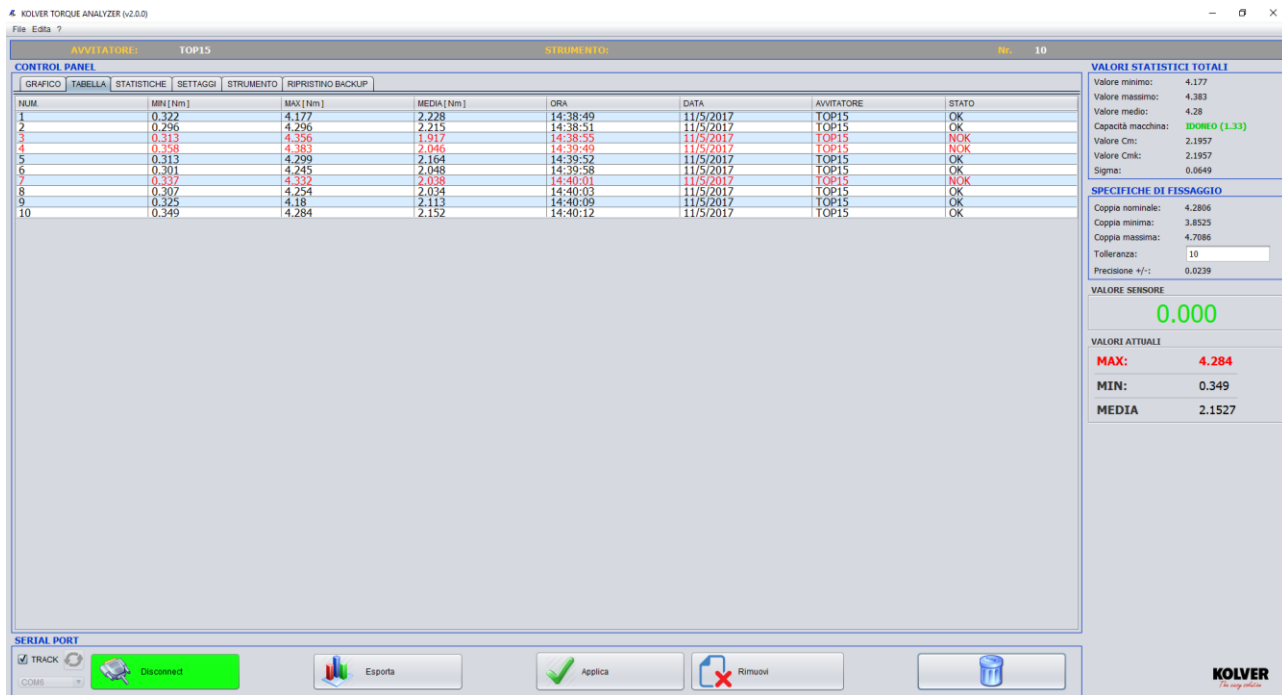

Fig.7: Validazione di alcune misure di coppia.
- **Range di Coppia:** Range di coppia che il segnale misurato dovrà rispettare al fine di risultare idoneo ai requisiti fissati (Fig.7).